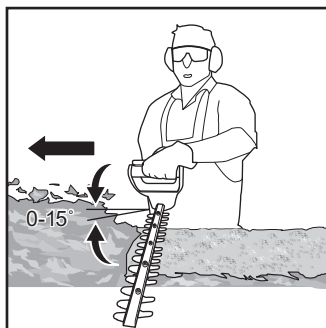

Fig. 6
6. Tras cortar ambos lados, continúe con la parte superior. Intente mantener el dispositivo con una inclinación de 15°, aproximadamente, con respecto a la superficie de corte (Fig. 6).